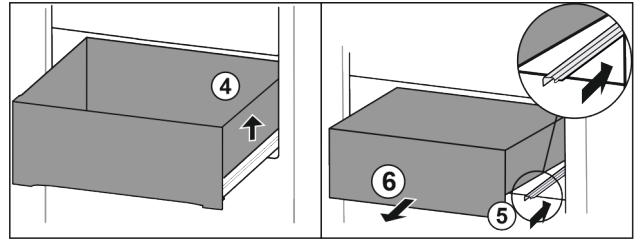

Fig. 87
- ▶ 抬起抽屉右侧。 Fig. 87 (4)
- ▶ 推入右侧轨道。 Fig. 87 (5)
- ▶ 朝前取出抽屉。 Fig. 87 (6)